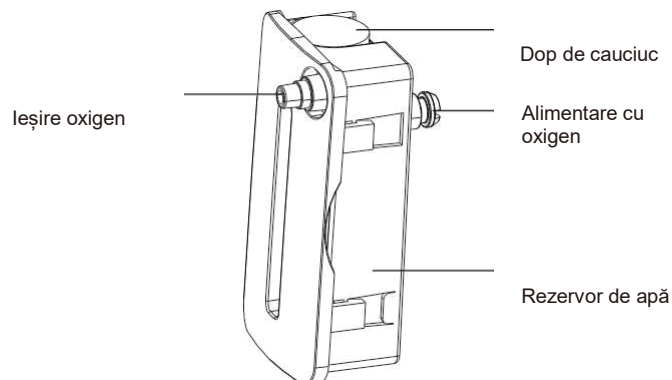

Figura 7: Componentele umidificatorului
- supapă la ieșirea umidificatorului în direcția și poziția prezentată în Figura 7. Conectați canula nazală la extincția a valvei și pune celălalt capăt pe pacient și poți începe să inhalezi oxigen.